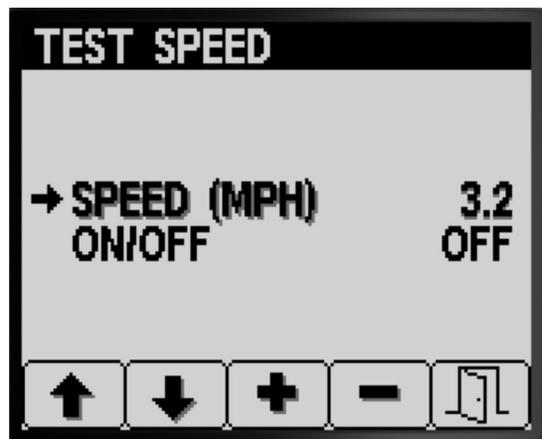

图 71
4. 按 3 号或 4 号按钮可升高或降低模拟速度图 71。
3. 按 1 号或 2 号按钮可导航至 SPEED 速度选项图 71。